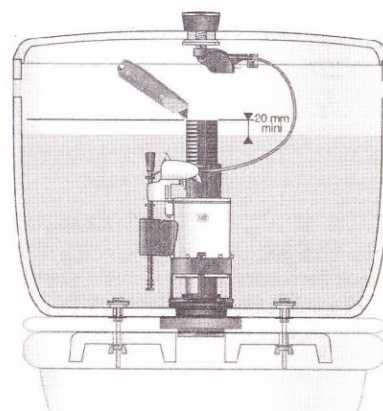

Рис. 5
6.6 Отрегулируйте поплавок 15 на смывной арматуре на нужную высоту путем вращения стержня регулировки 13. Поплавок регулирует полный слив воды из бачка (Рис. 5).